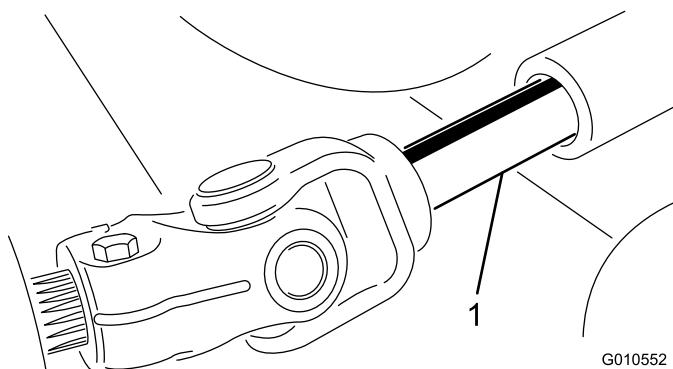

Figura 20
- Allontanate l'apparato di taglio dal trattorino, separando le sezioni maschio e femmina dell'albero della presa di forza (Figura 20).
- Inserite l'albero della presa di forza maschio nell'albero della presa di forza femmina (Figura 20).